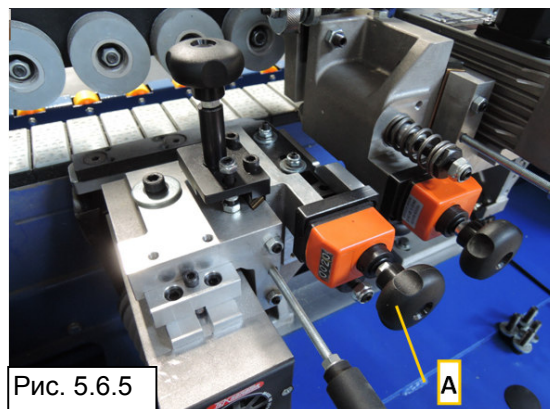

Рис. 5.6.5
2. Для установки глубины резания поворачивайте ручку A (Рис. 5.6.5).